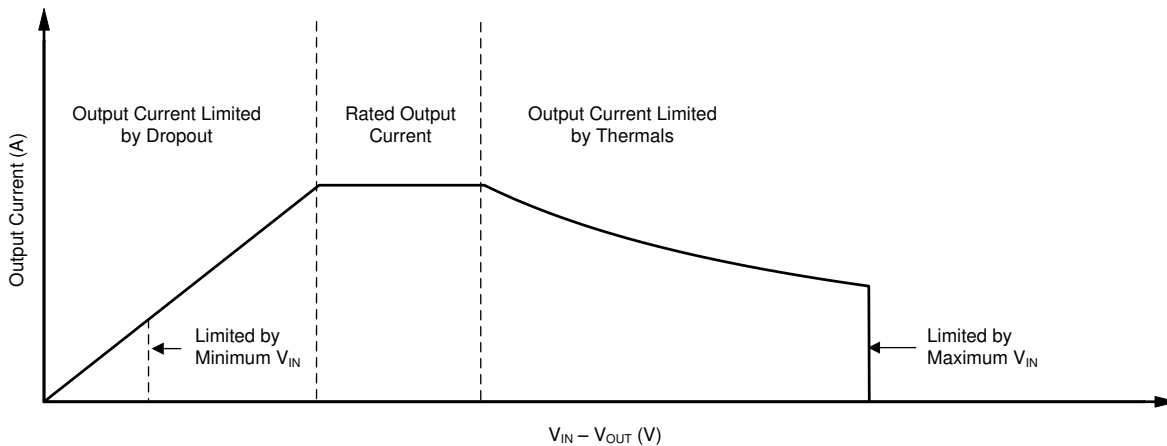

图 7-3. 连续运行图及分区说明
LDO 的工作区域受压降电压、输出电流、结温和输入电压的限制。线性稳压器连续运行的建议区域如图 7-3 所示，可分为以下几个分区：
- 图 7-3 提供了斜率的形状。斜率是非线性的，因为 LDO 的最大额定结温由 LDO 两端的功率耗散控制；因此，当  $V_{IN} - V_{OUT}$  增加时，输出电流必然降低。